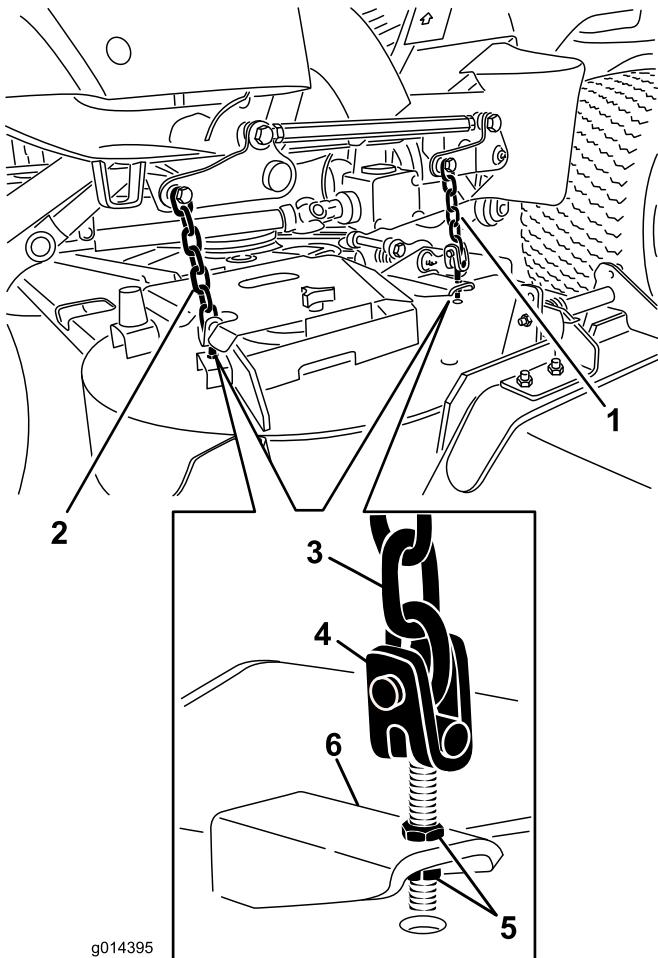

Figura 70
8. Ajuste las contratuerca que fijan las horquillas/cadenas a la carcasa del cortacésped hasta que la carcasa del cortacésped quede nivelada (Figura 70).
7. Ajuste las contratuerzas que fijan las horquillas/cadenas de la parte trasera de la carcasa para elevar la parte trasera, hasta que la inclinación de las cuchillas sea de 8 mm (Figura 70).